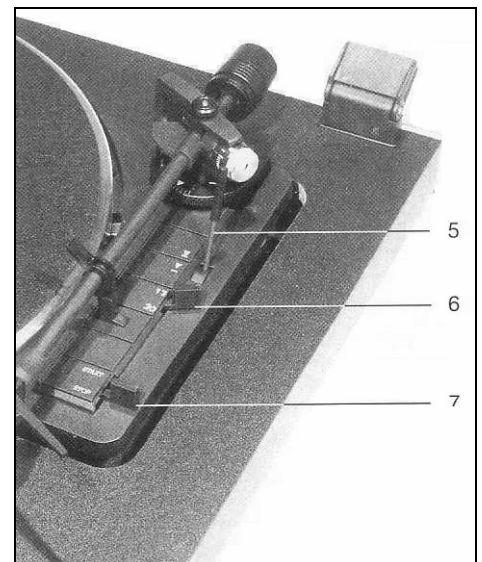

Fig.11
La bouton (6) à droite du bras de lecture permet de régler la diamètre des disques (17 cm et 30 cm). Cette opération est uniquement nécessaire pour la mise en marche automatique (Fig. 11).
Placez le levier de commande en position **Start** afin que le bras de lecture se positionne automatiquement sur le disque (Fig. 11).
Enlevez le bras de lecture du repose-bras et placez-le sur la sillon d'entrée du disque. Le moteur d'entraînement se met en marche. Le bras de lecture est ralenti par la levier du lève-bras (5), ensuite il s'abaisse délicatement sur le disque. Le levier du lève-bras permet de relever le bras à n'importe quel point, même pour des arrêts de courte durée. Le plateau du tourne-disque continue de tourner (Fig. 11).
Lorsque la bras de lecture arrive à l'extrémité du disque, il revient automatiquement sur la repose-bras, et l'appareil arrête de fonctionner. Vous pouvez aussi éteindre le tourne-disque en amenant le levier de commandement (5) dans la position **Stop**, ou en actionnant le levier du lève-bras et en ramenant manuellement le bras sur le repose-bras (Fig. 11).